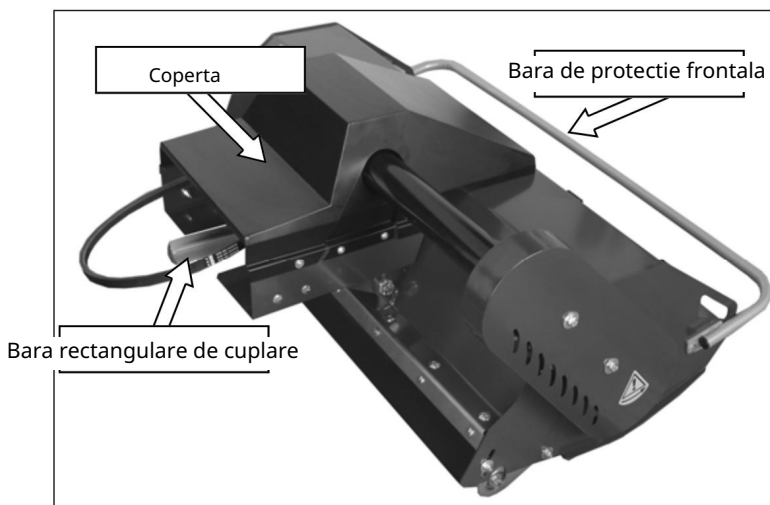

Fig. 16
- În ceea ce privește greutatea dispozitivului de cosire-tocare, încărcați și descărcați cu ajutorul unei alte persoane. Punctele de prindere sunt bara de protecție față și bara rectangulară de cuplare (Fig. 16). Folosiți mănuși adecvate. Demontați capacul superior înainte de manipulare dispozitivului.